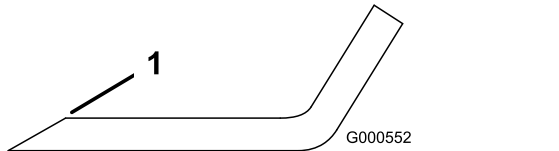

Figure 116
1. Au moyen d'une lime, aiguissez les tranchants aux deux extrémités de la lame (Figure 116).
Remarque: Si la lame est déséquilibrée, limez un peu l'extrémité de l'ailette seulement (Figure 116).